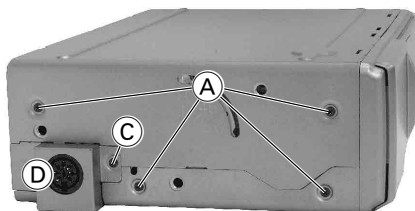

Fig. 2
- 2 Schrauben (C) (Fig. 2 und 3) heraus-schrauben und die Abdeckung (D) der Anschlussplatte abnehmen.
- Undo 2 screws (C) (Fig. 2 and 3) and take off the cover (D) of the connection board.